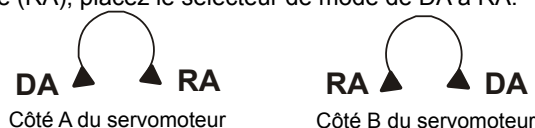

Figure 10 : Sélection du mode de commande
Les servomoteurs ont un commutateur externe de sélection pour inverser la commande. Il est accessible des deux côtés du servomoteur comme illustré sur la figure 10. Les actionneurs sont livrés en mode d'action directe (DA), Pour passer en mode inverse (RA), placez le sélecteur de mode de DA à RA.